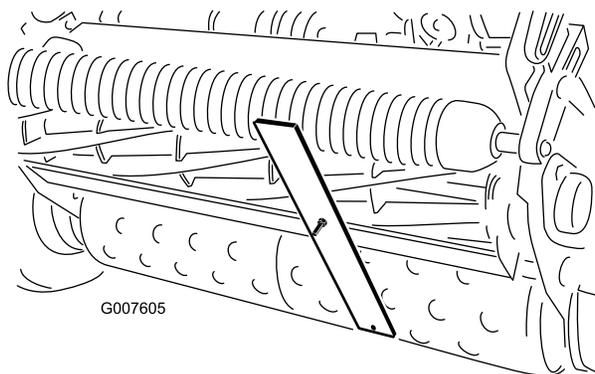

図 49
4. ゲージバーのネジ頭を下刃の先端に引っ掛け、バーの後端を後ローラに当てがう 図 49。